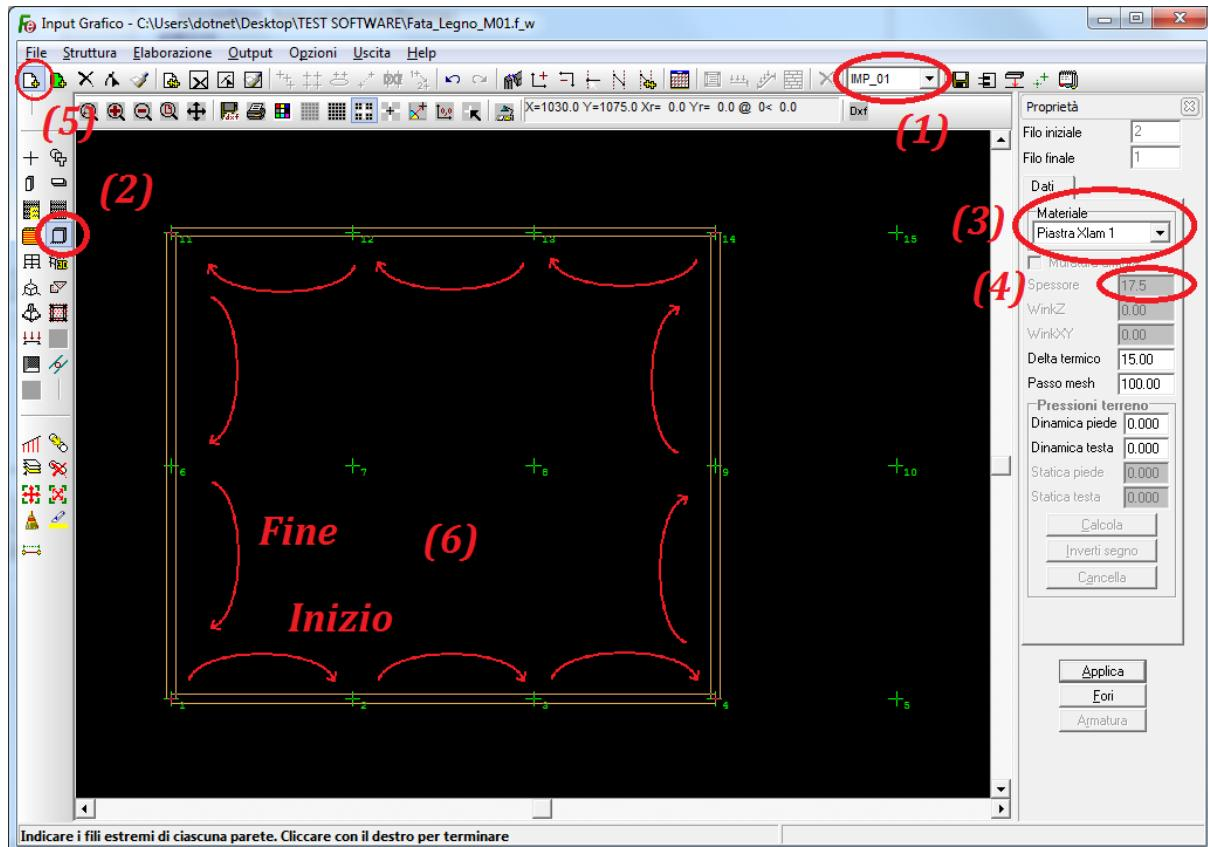

Figura 16
Con riferimento alla figura 16 accertarsi che il selettore dei piani (1) sia impostato su “IMP_01” e cliccare sul tasto ‘Pareti (Lastre-Piastre)’ (2) per attivare il comando di inserimento degli elementi bidimensionali. All’interno del campo Materiale assegnare ‘Piastria Xlam 1’ (3) e notare come il campo Spessore e i due campi WinkZ e WinkXY (4) vengano disabilitati. Lo spessore, infatti, è stato definito in precedenza all’atto di parametrizzazione della parete X-LAM in base al numero degli strati e al loro singolo spessore mentre le costanti di winkler nel caso di pareti in legno non hanno possibilità di applicazione trattandosi di pareti che non è possibile prevedere controterra.